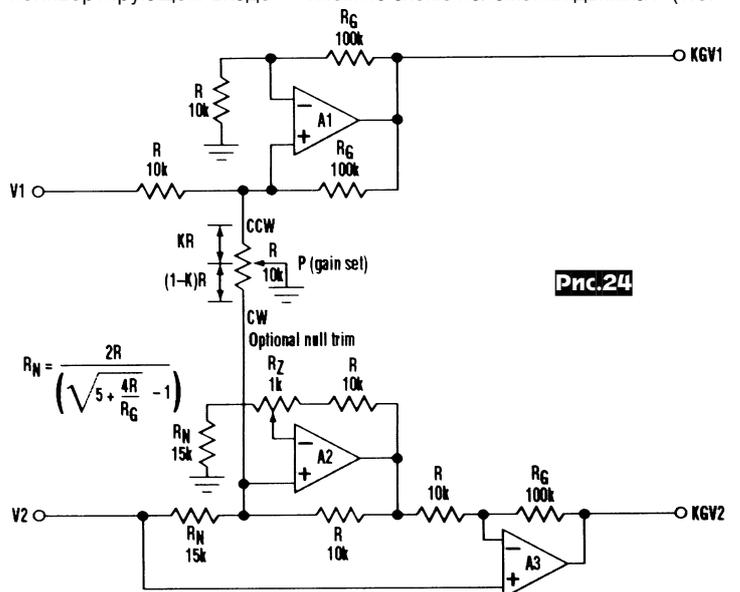

Рис.24
**Брайан Гаф** разработал схему **двух-канального регулятора уровня** (рис.24), в котором синхронное и идеально согласованное изменение усиления обеспечивается одним (не спаренным!) потенциометром P (gain set). Заземленный движок P разделяет устройство на две механически связанные, но электрически независимые части. Верхний по схеме канал состоит из ОУ А1, который для верхней части потенциометра, имеющей сопротивление  $K \cdot R$  ( $0 < K < 1$  - относительный угол поворота оси), сконфигурирован как неинвертирующий генератор тока, равного  $I = V1/R$ . То есть напряжение на неинвертирующем входе этого ОУ равно  $I \cdot K \cdot R = (V1/R) \cdot K \cdot R = K \cdot V1$ . Это напряжение усиливается ОУ А1 как неинвертирующим усилителем напряжения в  $G = 1 + R_G/R$  раз, т.е. напряжение на выходе первого ОУ равно  $K \cdot V1 \cdot G$ , следовательно, коэффициент усиления этой части схемы равен  $K \cdot G$ . Для нижней части схемы математика чуть сложнее. Здесь нижняя часть потенциометра совместно с ОУ А2 создают на выходе А2 напряжение  $V2(1-K)(1 + R/R_G)$ . Резистивный делитель R-RG цепи